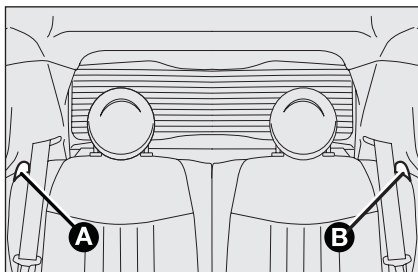

fig. 53
- actionner les leviers **A** ou **B**-fig. 53 pour débloquer respectivement la partie gauche ou droite du dossier et replier le dossier sur le coussin.
- actionner les leviers **A** et **B**-fig. 53 pour débloquer les dossiers et les replier sur les coussins.